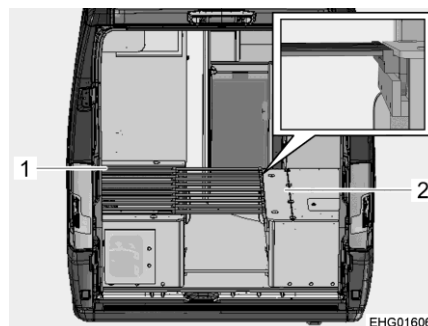

Fig. 65 Pendant la transformation
- Soulever légèrement le sommier à lattes (Fig. 65,1) de la banquette gauche et extraire la rallonge de sommier.
- Ouvrir le couvercle du coffre de banquette (Fig. 65,2) droit.